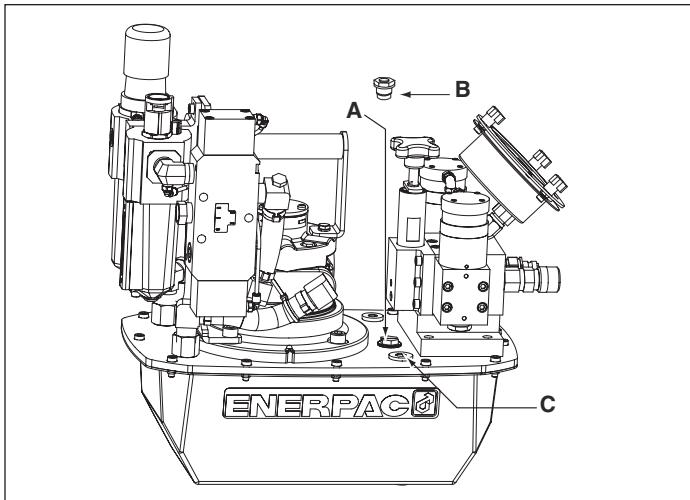

Figure 2, Installation du reniflard ZA4T
4.1 Bouchon reniflard du réservoir (Voir figure 2)
Vérifier le niveau de l'huile de la pompe avant le démarrage, au besoin enlever le bouchon SAE no 10 de la plaque de recouvrement pour ajouter de l'huile (voir fig. 2). Le réservoir est plein lorsque le niveau de l'huile atteint le haut du regard en verre. (Fig. 4).